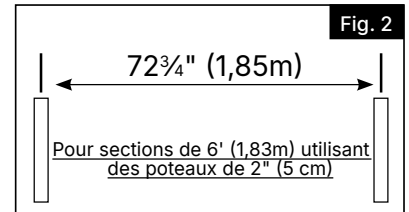

Fig. 2
- Pour les sections de 6' (1,83m) utilisant des poteaux de 2" (5 cm): mesurer $72\frac{3}{4}$ " (1,85m) du centre d'un point final et indiquer par un piquet (Fig. 2).